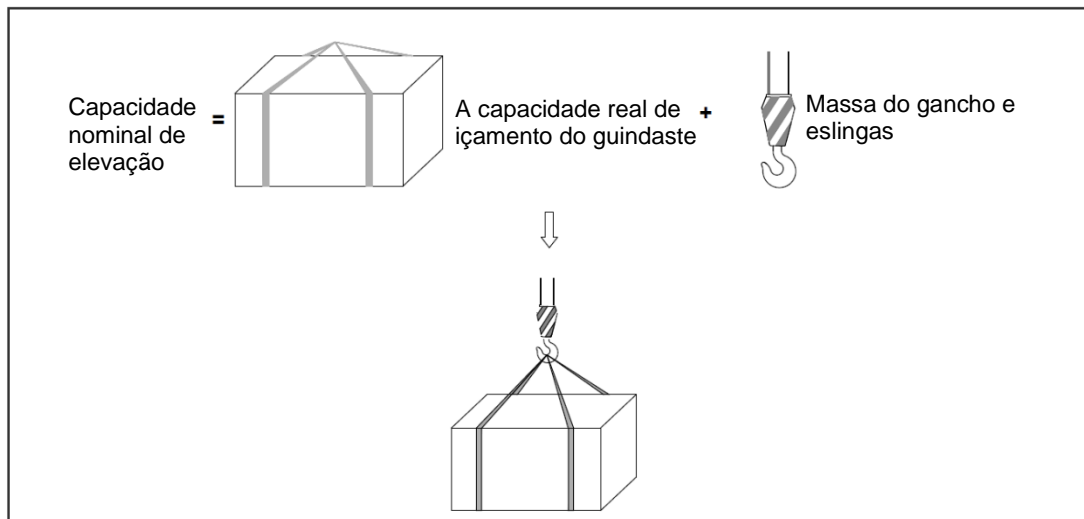

Figura 1-35 Capacidade nominal de içamento
- (1) As vigas deslizantes das patolas devem ser estendidas (com um comprimento uniforme em ambos os lados) na medida indicada na tabela de capacidade de içamento. Todas as rodas devem ser levantadas do solo.
- (2) Os valores nas tabelas de capacidade de içamento são adequados para operação em faixa completa de 360°.
- (3) Os valores indicados nas tabelas de capacidade de içamento são as capacidades de içamento máximas permitidas em vários OMs e condições operacionais especificadas. Os valores fornecidos nas tabelas incluem a massa do gancho (consulte a Tabela 1-5) e eslingas. Para a capacidade de içamento nominal, consulte a Figura 1-35.